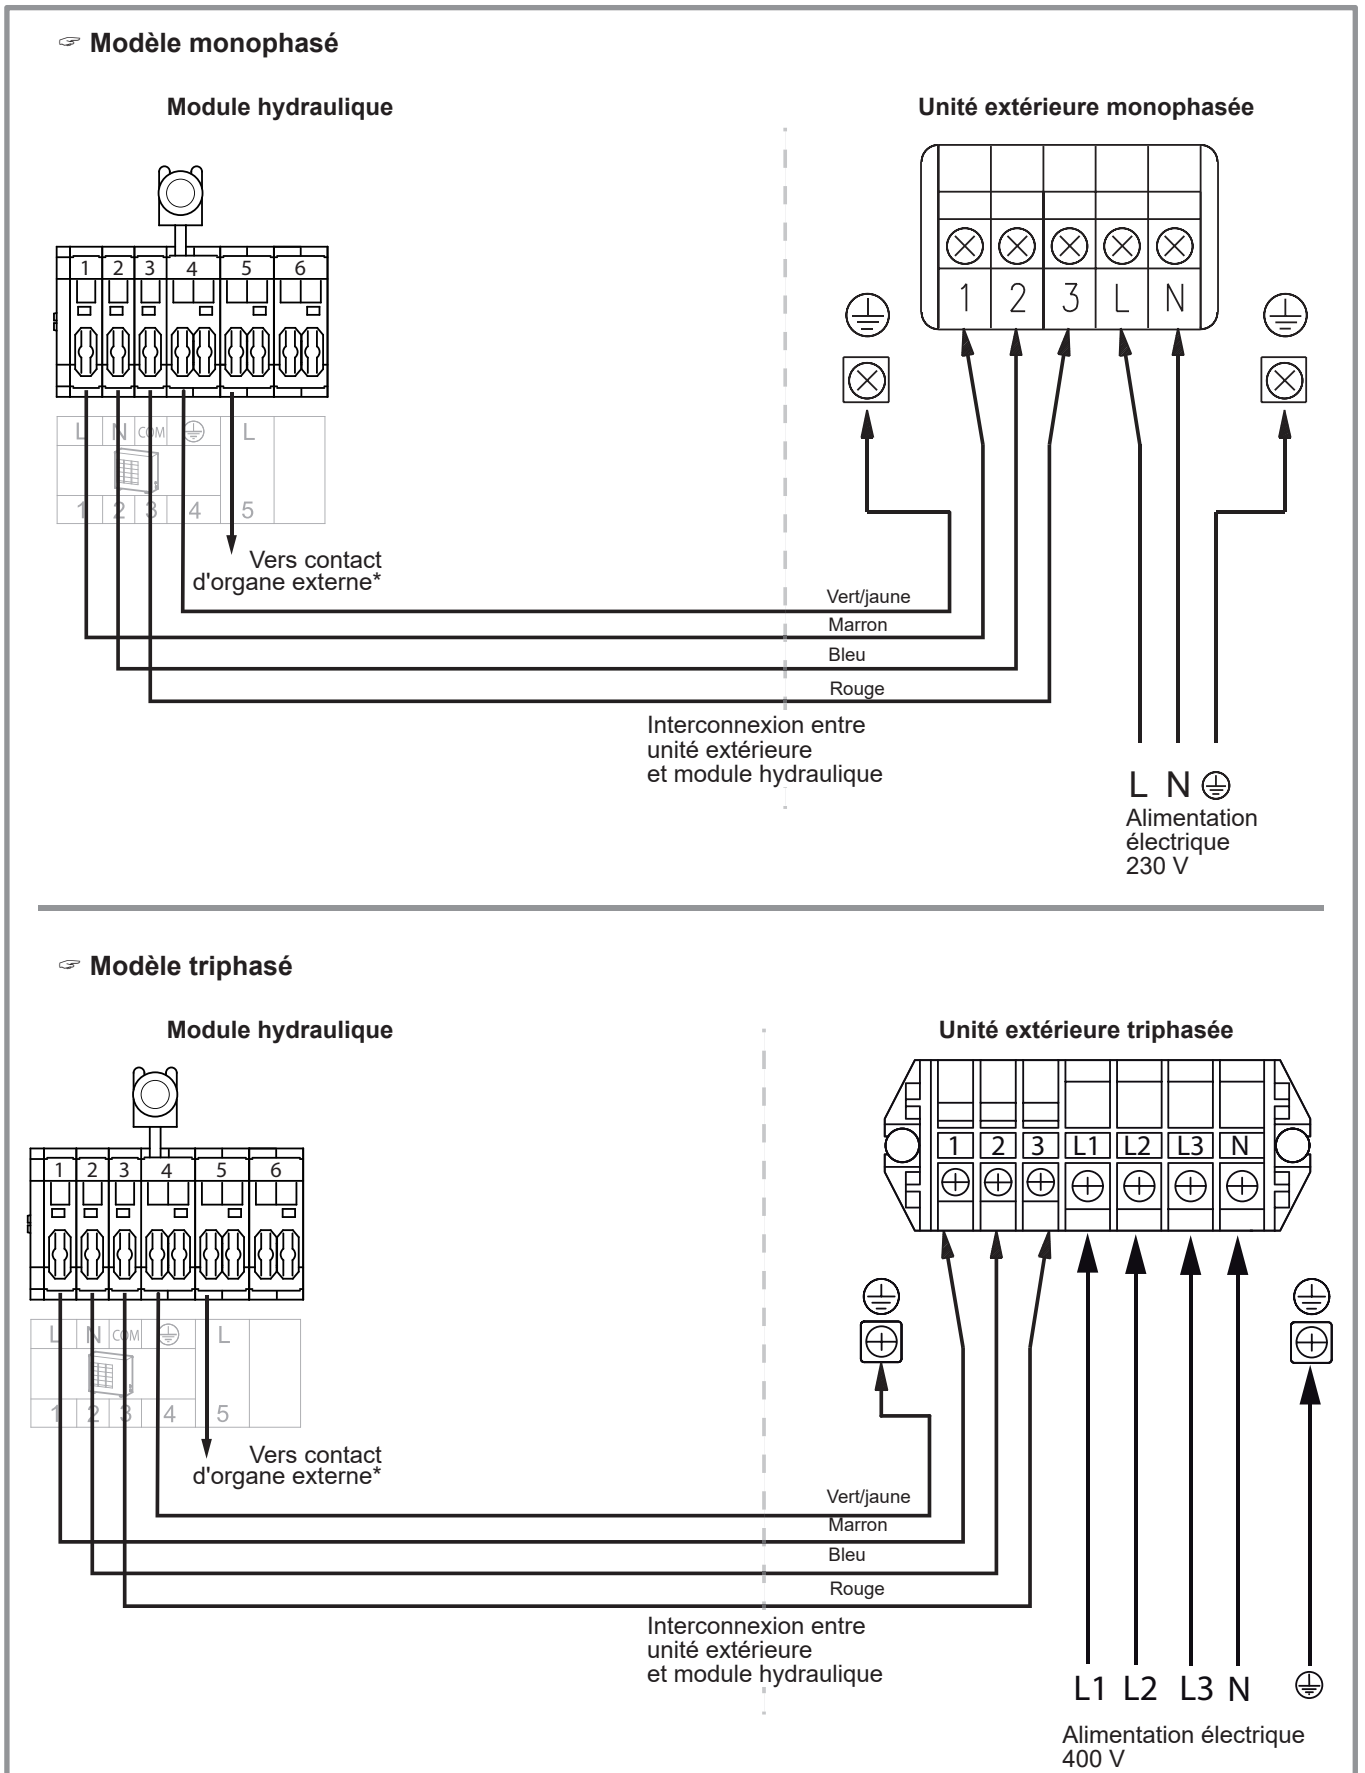

figure 42 - Raccordement aux borniers et relais de puissance
- Effectuer les raccordements suivant les schémas (figure 42 et figure 43).